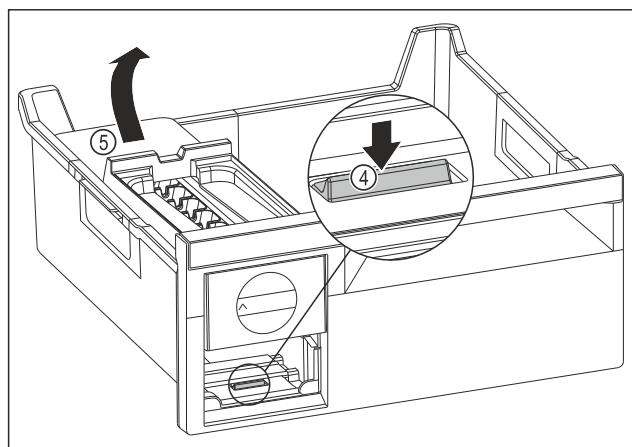

Fig. 145
- Odoberte korpus EasyTwist-Ice: Strmeň Fig. 145 (4) zatlačte prstom nadol a súčasne druhou rukou zdvihnite zozadu korpus EasyTwist-Ice Fig. 145 (5).